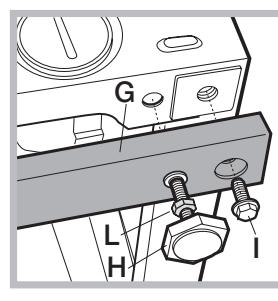

Fig. 11
- los 2 travesaños (G); las 4 patas (H); los 4 tornillos (I); las 4 tuercas (L), actuando del siguiente modo (fig. 11): extraer las 4 patas originales, colocar un travesaño G en la parte delantera de la lavadora, fijarlo con los tornillos I (enroscándolos en los orificios donde estaban montadas las patas originales), luego introducir las nuevas patas H.